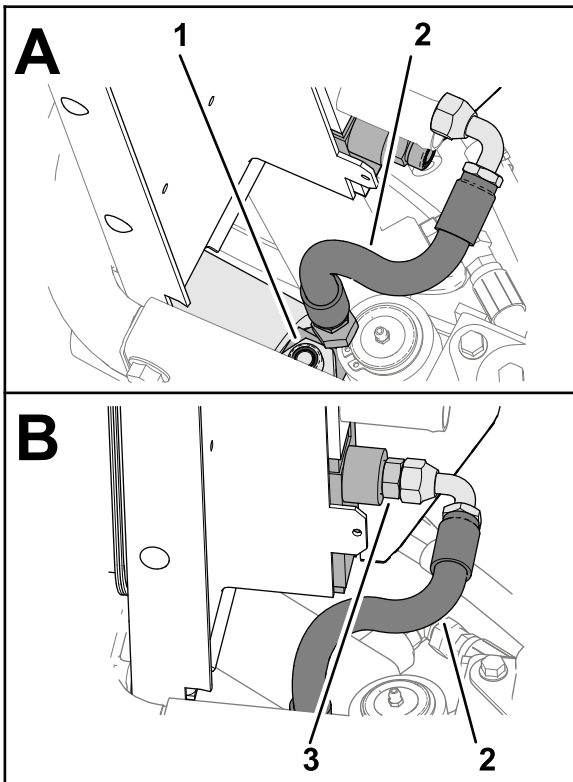

Bild 32
5. Bauen Sie das gerade Anschlussstück (**Bild 32**) des Schlauches - 30 cm - lose auf das gerade Anschlussstück auf, das Sie im Schritt 4 eingebaut haben.
- Bauen Sie das 90°-Anschlussstück (Bild 32) des Schlauches auf das gerade Anschlussstück (8 O-Ring-Gleitringdichtung / 3/4 Zoll SAE) auf, das Sie im Schritt 2 eingebaut haben.